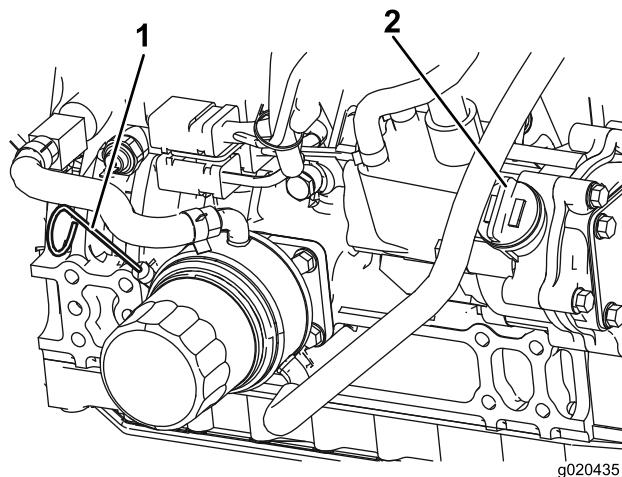

図 8
3. ディップスティックを抜き取り、付いているオイルをウェスで拭き、もう一度一杯に差し込んで抜きとる。FULL マークと ADD マークの間にあればよい図 8。
4. オイルの量が少ない場合は、補給キャップ図 8を取り、Full と ADD の間の位置までオイルを補給する。入れすぎないこと。